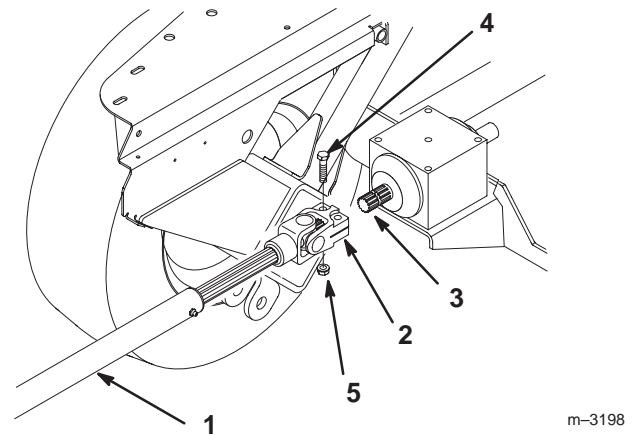

Figure 27
15. Retirez les 2 boulons (3/8 x 1-5/8") et contre-écrous (3/8") du joint universel et déposez l'arbre de transmission de l'arbre du boîtier d'engrenages (Fig. 27).